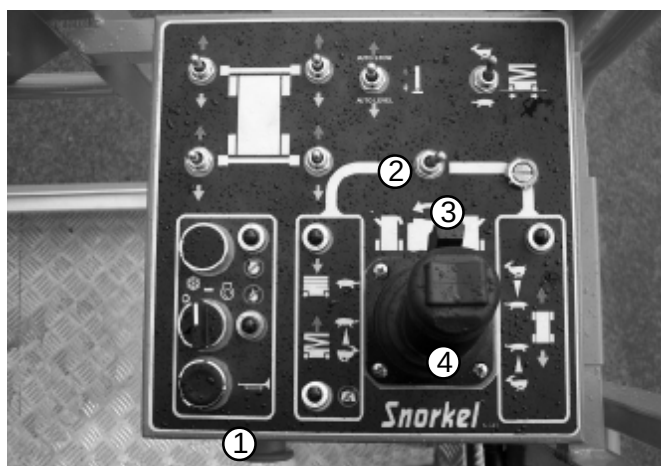

Fig. 9.3
3. Tryck in **dödmansgreppet** (3) mot **joysticken** (4) (se fig. 9.3) och för joysticken framåt. Plattformen skall då sänka sig. Om inte, kalla på hjälp av någon på marken.